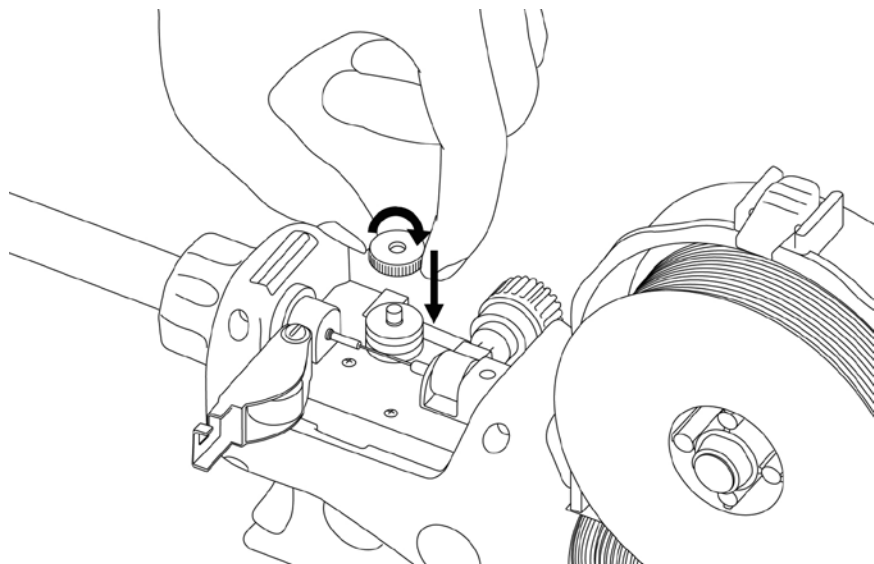

Рис. 7.11. Фиксация подающего ролика.
3. После установки ролика закрутите прижимную гайку (См. рис. 7.11).